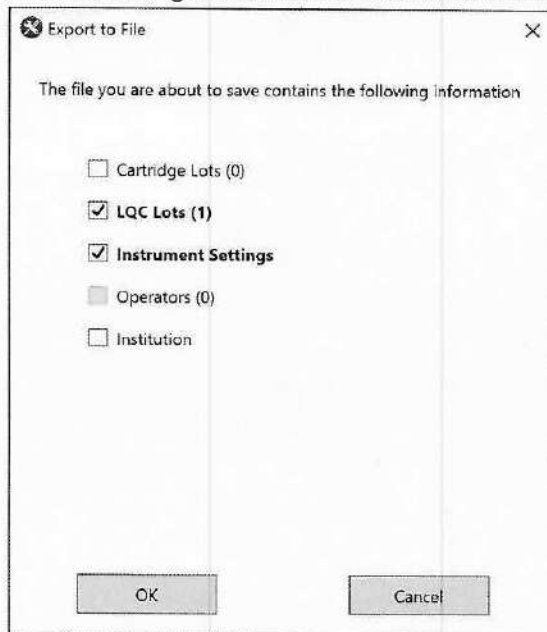

Figura 98: CCM – Cuadro de diálogo Export to File (Exportar al archivo)
- 2 El cuadro de diálogo **Export to File** (Exportar al archivo) se visualiza (Figura 98) con una casilla junto a cada tipo de datos de configuración. Si alguno de los elementos se encuentra en **negrita**, los datos de configuración fueron modificados durante esa sesión.